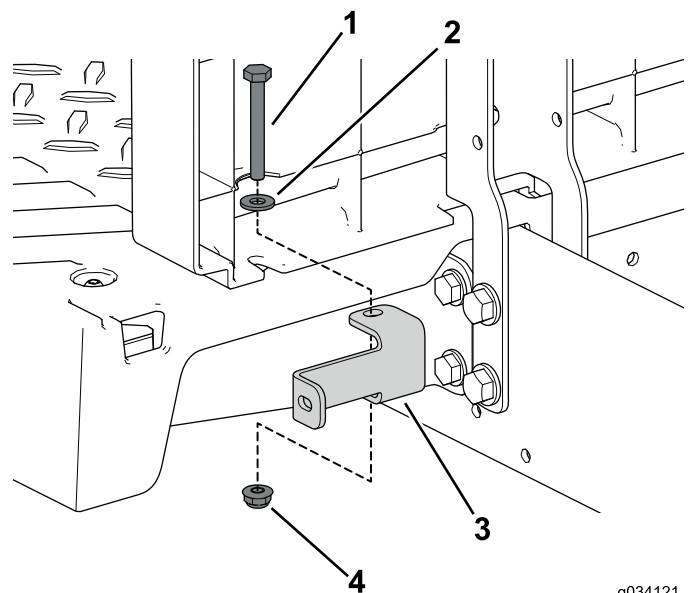

图87
7. 使用 2 个螺栓 1/4 x 2 英寸、垫片和锁紧螺母将左、右面板支架固定到机器 图87。
8. 使用 4 个自攻螺丝将左侧盖固定到座椅组件 图87。